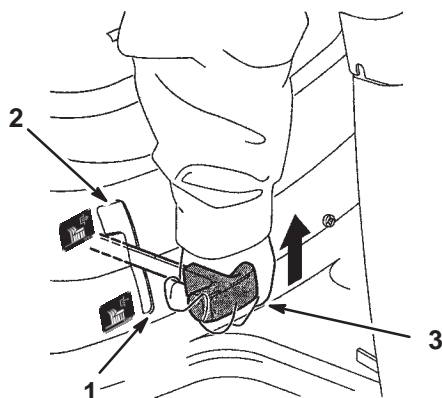

Figure 6
3. Mettez la commande des lames (PdF) en position débrayée (Fig. 6).